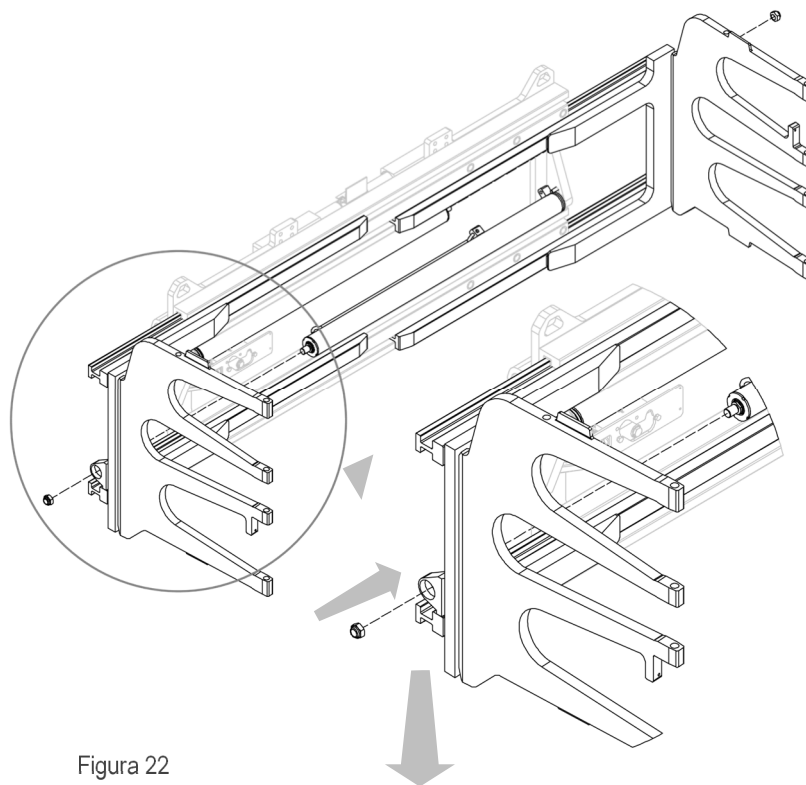
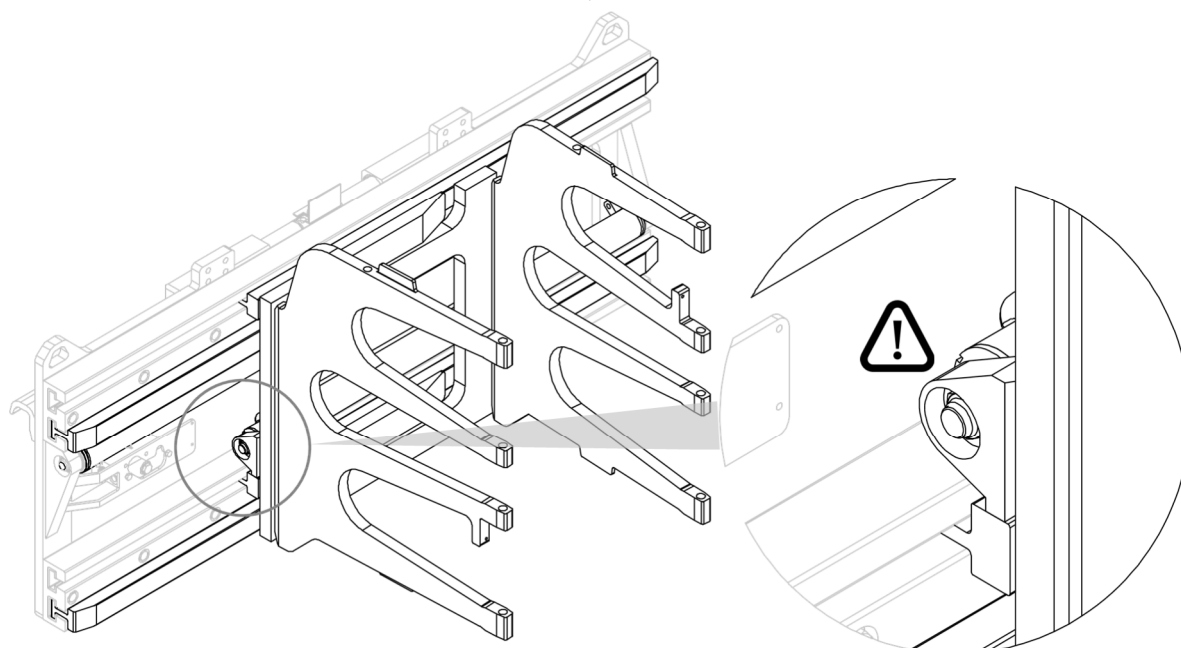

Figura 22
Figura 23
2. Insertar, una a una, las horquillas en los asientos correspondientes y apretar las tuercas correspondientes que las unen a los cilindros (ver *Figura 22* y *Figura 23*).